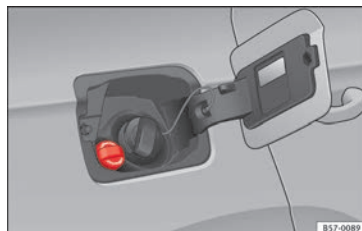

Abb. 238 Verschlussdeckel des AdBlue-Tanks
- Öffnen Sie die Tankklappe »» **Abb. 238.**
- Verschlussdeckel SCR-Einfüllstutzen nach links drehen »» **Abb. 238.**